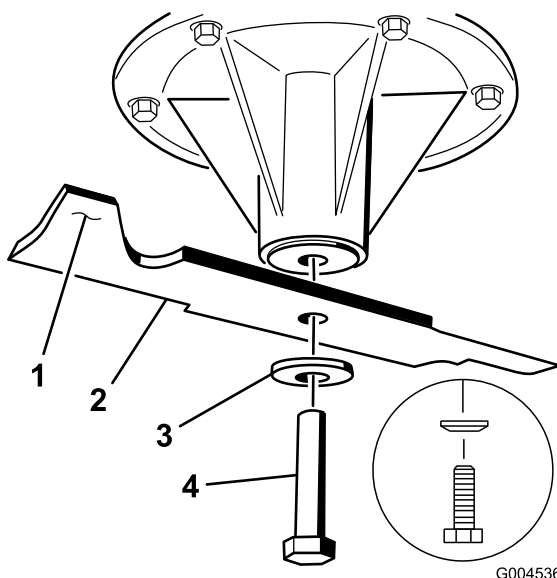

Figure 79
2. Enlevez de l'axe, le boulon, la rondelle bombée et la lame (Figure 79).
3. Si la lame est déséquilibrée, limez un peu l'extrémité de la partie relevée seulement (Figure 79).